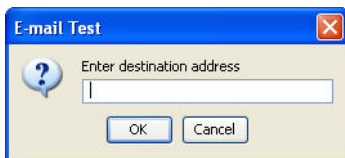

Рис. 139
2. Появится окно «E-mail Test» [Тест электронной почты] (Рис. 139). Укажите адрес электронной почты, куда отправить тестовое сообщение, и нажмите кнопку «OK» [ОК], чтобы его отправить.